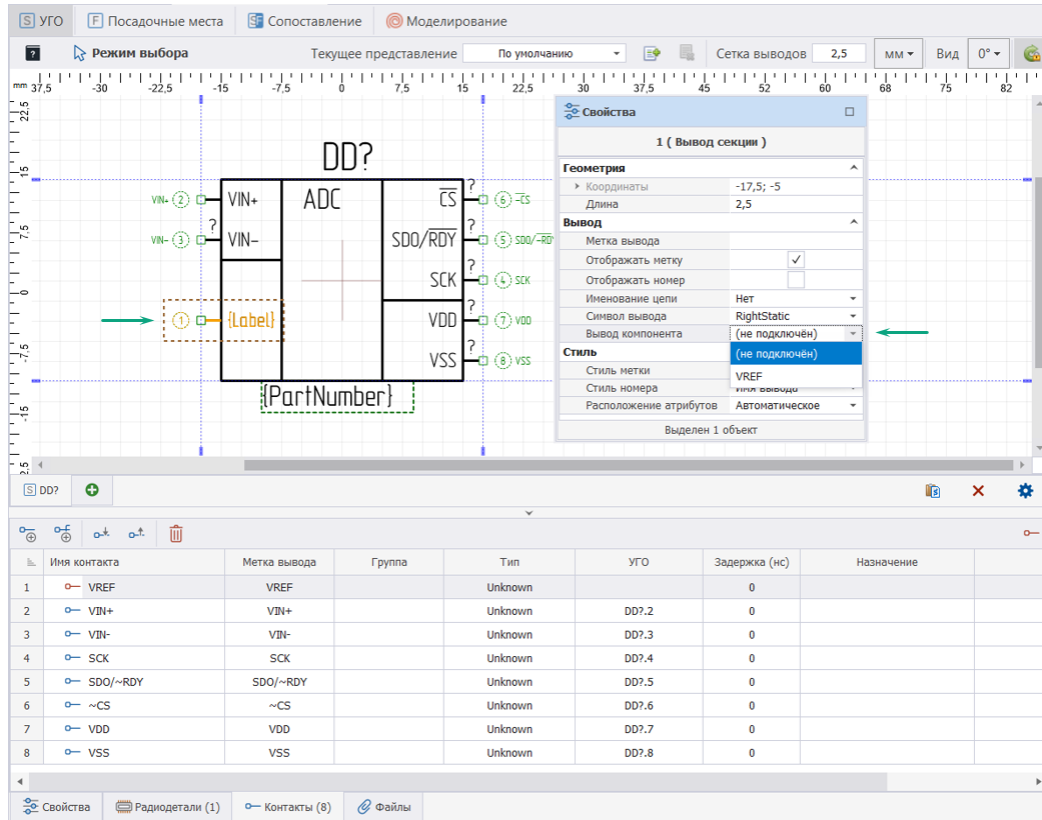

Рис. 233 Сопоставление вывода через панель «Свойства»
2. В выпадающем списке «Свойства» → «Вывод» → «Вывод компонента» выбрать контакт для сопоставления, см. Рис. 233.